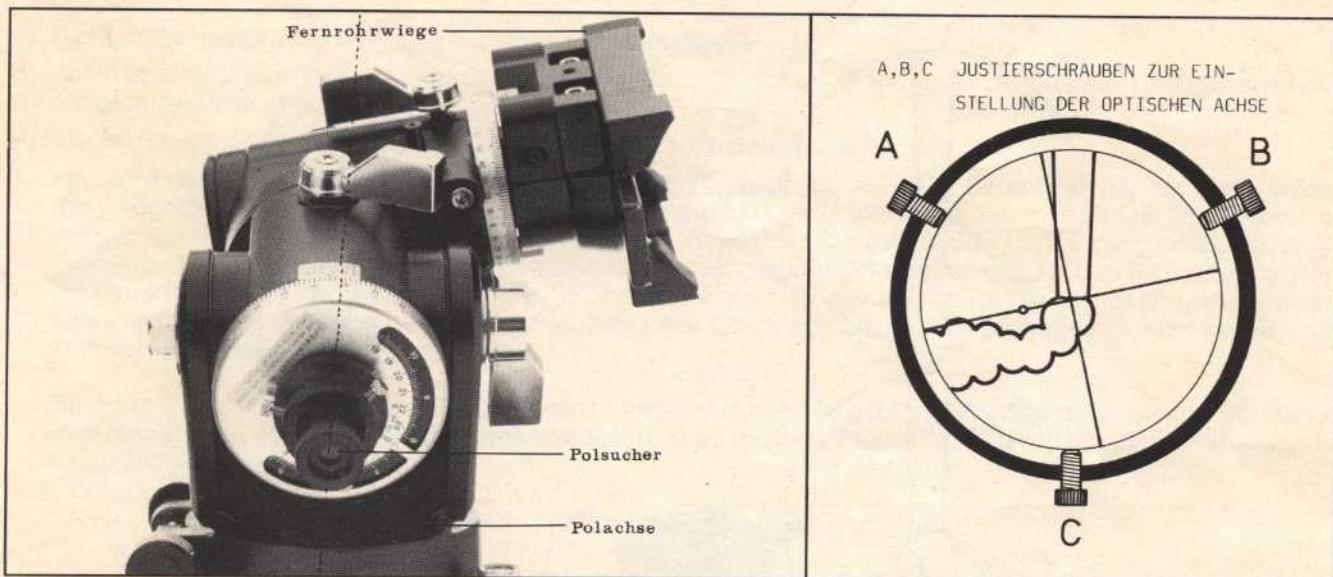

Abb. 39: Fernrohrwiege auf die rechte Seite geschwenkt
- Lösen Sie hierzu die Rektaszensionsklemme des Fernrohrs und drehen Sie die Fernrohrwiege auf die rechte Seite (Abb. 39). Ziehen Sie die Klemme wieder an.
- Holen Sie nun ein mehr als 1000 m entferntes Objekt in das Blickfeld des Polsuchers, indem Sie die Polhöhen- und Azimutfeineinstellungen benutzen. Die Justierschrauben zur Einstellung der optischen Achse des Polsuchers sind nach Abbildung 39 mit A, B, C bezeichnet.
- d) Bringen Sie das Zentrum des Halbkreises (+) in die Mitte des Fadenkreuzes des Polsuchers unter Zuhilfenahme der Schrauben A, B, C in Abbildung 39, 40.